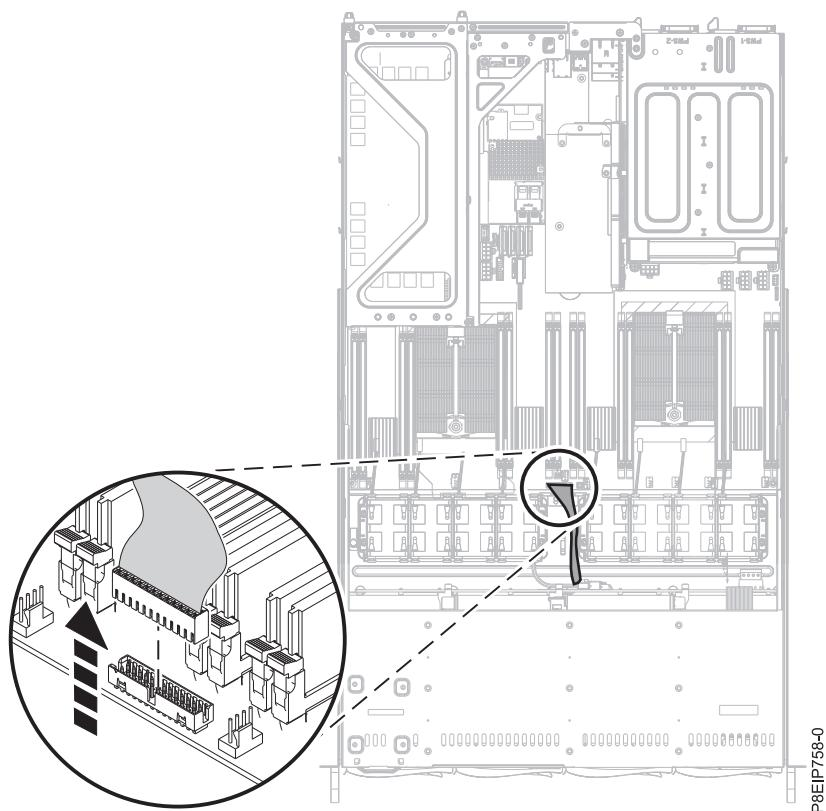

図 48. オペレーター・パネル・ケーブルの取り外し
9. システム・バックプレーンからオペレーター・パネル・ケーブルを取り外します（48 ページの図 48 を参照）。